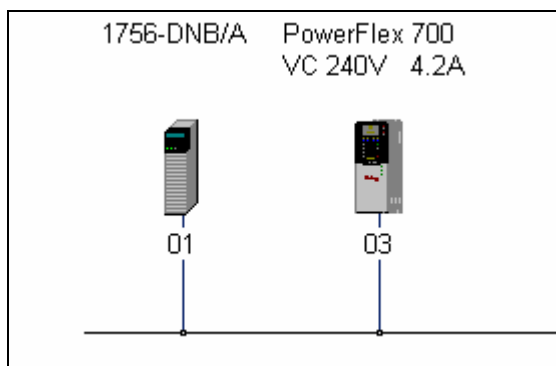

图 5-11 DeviceNet 网络上的设备
(10) 此时，RSNetWorx 开始扫描网络。RSNetWorx 将自动查找网络驱动列表下的所有设备。扫描完成后，DeviceNet 网络上设备均以图标形式显示，如图 5-11 所示。